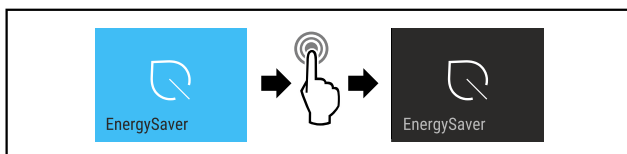

Fig. 16
- Provedte akční kroky (viz Fig. 16).